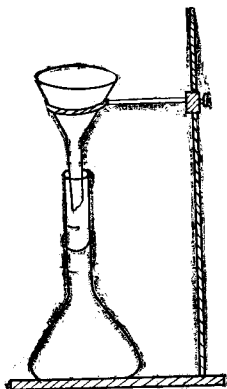

图 5 专用标准量瓶检定示意图
15.1.2 将专用标准量瓶安放在水平台面上，漏斗最好用支架固定(见图 5)。